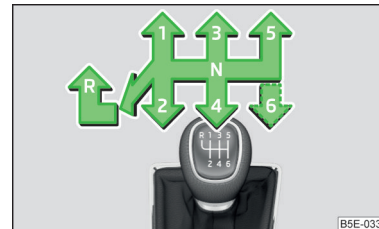

Abb. 245
Auf dem Schalthebel ist das Schaltschema für die einzelnen Gangstellungen dargestellt » Abb. 245.
- › Den Schalthebel nach unten drücken, völlig nach links und dann nach vorn in **R**-Stellung stellen » Abb. 245.